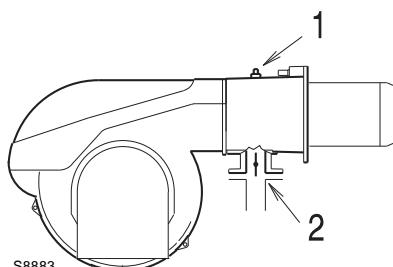

图 39
在测试点 1 (图 39) 处测得的燃气压力，同时：
燃气蝶阀 2 (图 39) 达到最大开度 (90°) 时的负载损失。
- 从测试点 1 (图 39) 处测得的燃气压力中减去燃烧室压力。
- 测试点 1 (图 39) 处的燃气压力 = 8 mbar
要获得测试点 1 (图 39) 处所需的燃气压力，请设定燃烧器运行所需的最大输出功率：
- 在右侧的第 1 列读取套筒压力 1 (图 39)。
测试点 1 (图 39) 处所需的压力。